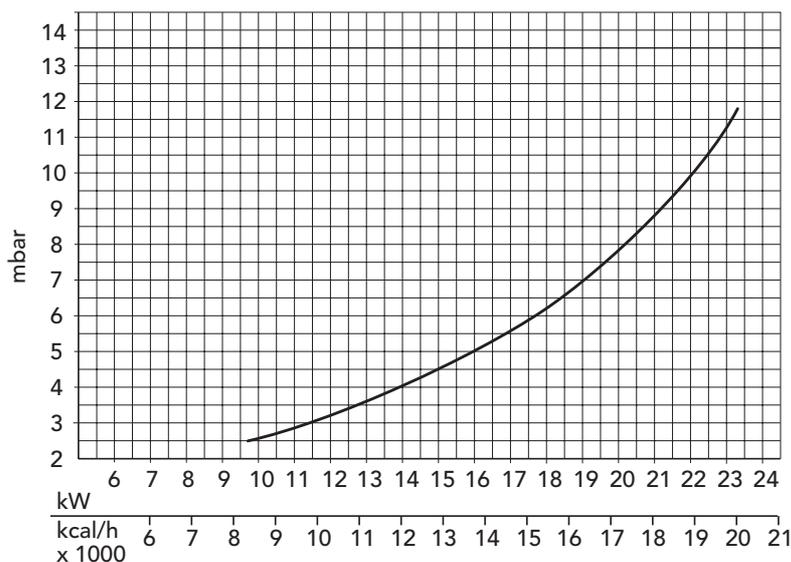

Fig. 3
N.B. - Le pressioni gas al bruciatore e le portate gas nella **fase di riscaldamento impianto** indicate in tabella si riferiscono alla **potenza nominale della caldaia**: volendo ridurre tale potenza (ove possibile), è necessario diminuire la pressione del gas, riferendosi ai diagrammi di fig. 3 - 4.
Sulle caldaie è possibile regolare la portata termica del focolare e di conseguenza la potenza termica resa all'acqua di riscaldamento agendo unicamente sulla regolazione del bruciatore principale attraverso la scheda elettronica (fig. 11). I diagrammi (fig. 3 - 4) indicano la variazione della potenza termica resa all'acqua al variare della pressione di funzionamento del bruciatore. Poter adeguare la potenza della caldaia alle effettive esigenze di riscaldamento, significa soprattutto ridurre le dispersioni e quindi risparmiare combustibile. Inoltre, con la variazione di potenza regolamentata anche dalla normativa, le caldaie mantengono pressoché inalterati i valori di rendimento e le caratteristiche di combustione.